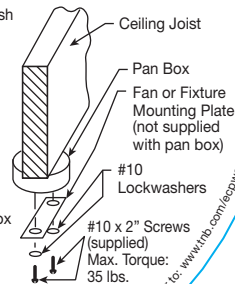

Fig. 2
- 6) Mount the ceiling fan or fixture mounting plate to the pan box using the two supplied #10 x 2" lg. screws and two #10 lockwashers. Pass the screws through the ceiling fan or fixture mounting plate then through the pan box clearance holes into the ceiling joist. Tighten screws snugly, see Fig. 2.
- 6) Fixer la plaque de montage du ventilateur de plafond ou du plafonnier à la boîte d'encastrement à l'aide des deux vis no 10 x 2 po et deux rondelles frein no 10 fournies. Passer les vis par la plaque de montage et les trous de passage de la boîte d'encastrement dans la solive. Bien serrer les vis., voir Fig. 2